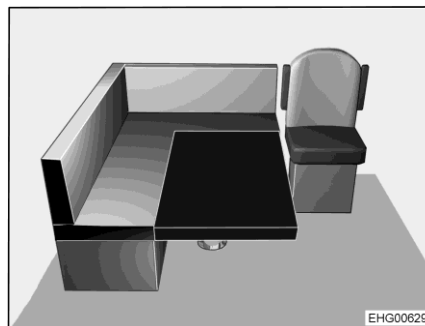

Fig. 69 Après la transformation
- Placer le coussin supplémentaire sur la table comme représenté à la Fig. 69. Le coin arrondi est orienté vers l'avant droit.